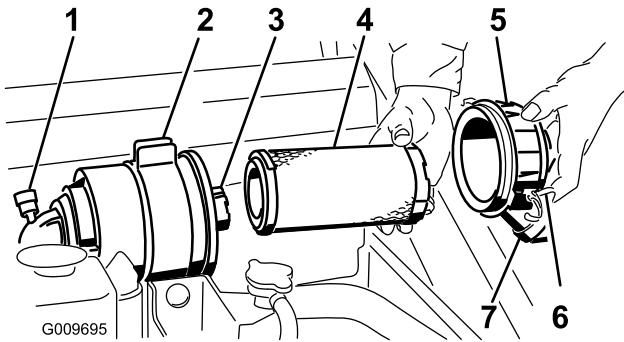

Figura 32
Importante: Revise el filtro del limpiador de aire únicamente cuando el indicador de mantenimiento se ve rojo (Figura 32). El cambiar el filtro antes de que sea necesario sólo aumenta la posibilidad de que entre suciedad en el motor al retirar el filtro.
4. Abra los cierres del limpiador de aire y tire de la tapa del limpiador de aire para separarla de la carcasa del limpiador de aire (Figura 32).
1. Extraiga con cuidado el filtro primario del cuerpo del limpiador de aire (Figura 32). Evite golpear el filtro contra el lado de la carcasa.
4. Si va a cambiar el filtro de seguridad, deslice cuidadosamente el filtro nuevo en el cuerpo del filtro (Figura 32).
5. Deslice cuidadosamente el filtro primario por encima del filtro de seguridad (Figura 32). Asegúrese de que está bien asentado empujando sobre el borde exterior del filtro mientras lo instala.
6. Instale la tapa del limpiador de aire con el lado que lleva la palabra UP hacia arriba, y fije los cierres (Figura 32).